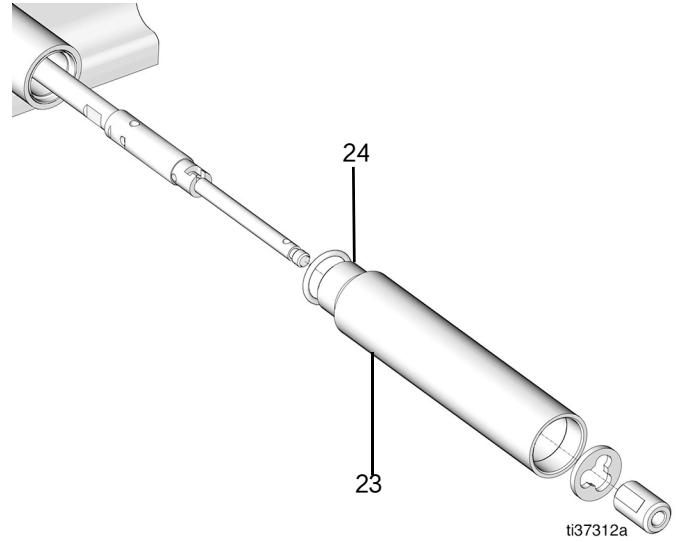

图 39
21. 用管道扳手松开并卸下部泵管 (23)，然后从下部泵管 (23) 上卸下 O 形圈 (24) (图 39)。